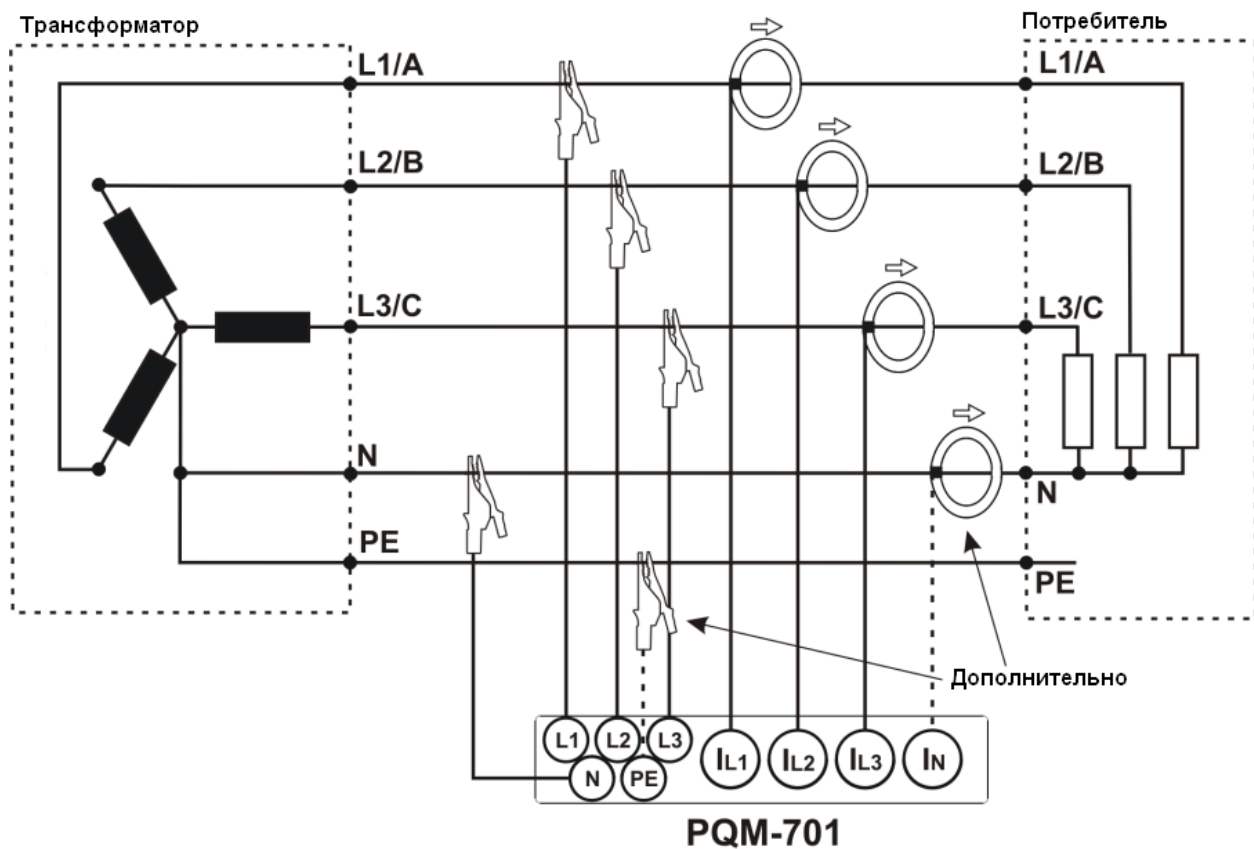

Рис. 4. Схема подключения – Трехфазная четырехпроводная ("звезда").
- Трехфазная четырехпроводная ("звезда") (Рис. 4),
Для правильного вычисления полной мощности S_e а также коэффициента мощности PF в трехфазной 4-проводной сети обязательно измерение тока в нейтральном проводнике. В таком случае необходимо всегда включать опцию Измерение в проводнике N и подключить 4 измерительных клещей так, как это показано на Рис. 4.